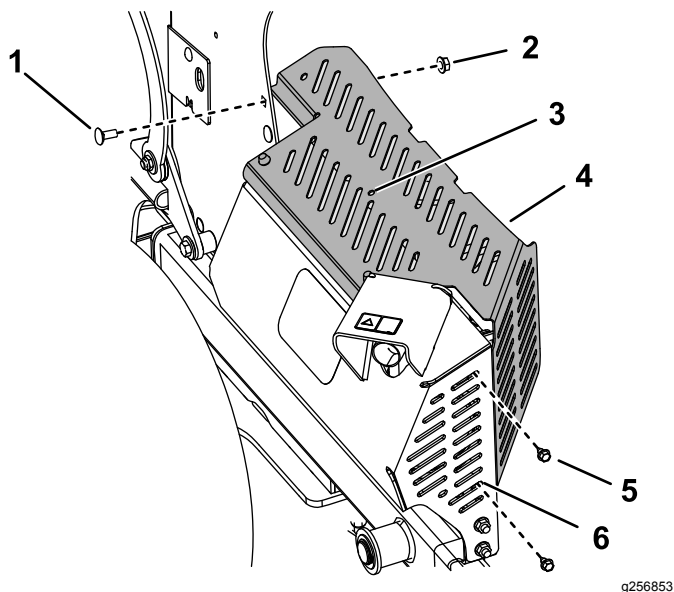

Figure 10
4. Fixez **légèrement** l'écran pare-chaueur par dessus la protection du silencieux en plaçant les languettes à l'intérieur de la protection et à l'intérieur de la tour de la console à l'aide des 2 boulons autotaraudeurs ($\frac{1}{4}$ x $\frac{1}{2}$ po), ainsi que du boulon de carrosserie et de l'écrou que vous avez retirés précédemment (Figure 10).
5. Utilisez le trou central dans l'écran pare-chaleur comme gabarit et percez un trou (7/32 po) dans la protection du silencieux (Figure 10).